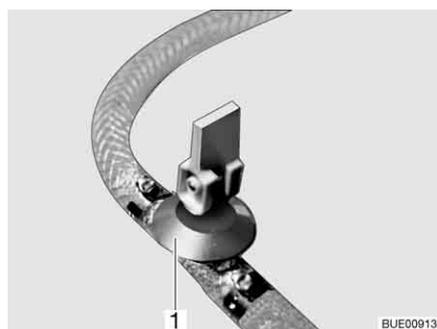
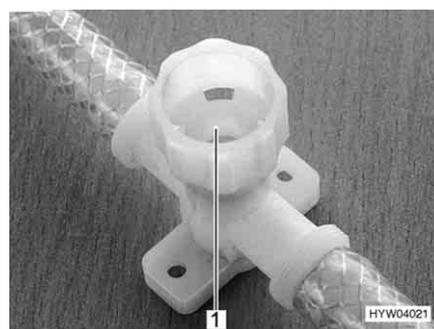

Fig. 211 Rubinetto di scarico (con leva a bilancere)
Fig. 212 Rubinetto di scarico (con tappo a vite)
- Aprire tutti i rubinetti di scarico. Mettere la leva a bilanciere del rubinetto di scarico (Fig. 211,1) in posizione verticale o chiudere il coperchio del rubinetto di scarico (Fig. 212,1) in senso antiorario.